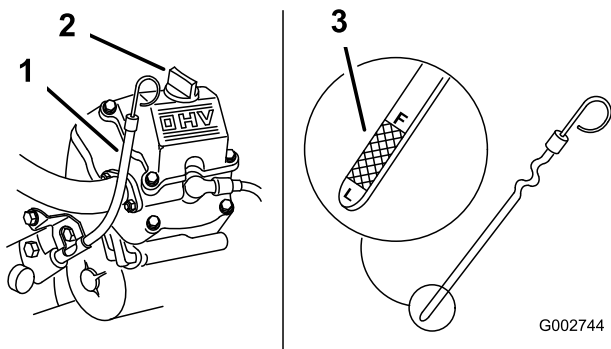

Figure 40
- Versez avec précaution environ 80% de la quantité d'huile spécifiée dans le goulot de remplissage (Figure 40)